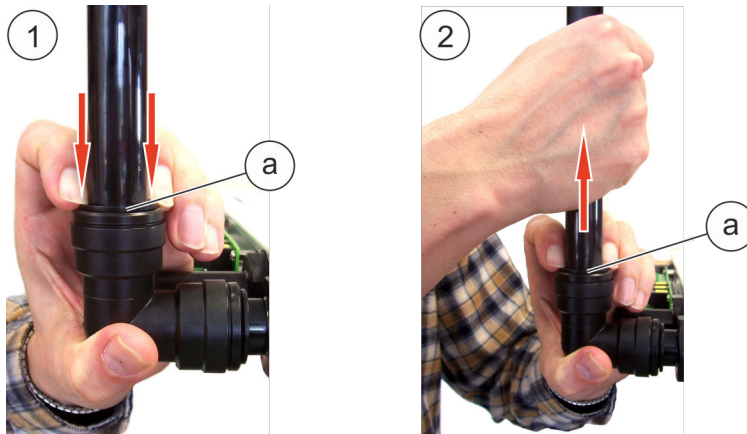

Fig. 32: Desmontaje
1. ➔ [Fig. 32/1]: Deprimir el elemento de sujeción (Fig. 32/a) (desde fuera solo se aprecia un anillo).
2. ➔ [Fig. 32/2]: Extraer el tubo manteniendo deprimido el elemento de sujeción (Fig. 32/a).